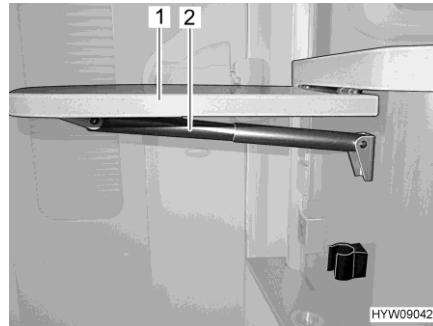

Fig. 65 Table pliante / surface de travail
- Saisir la table pliante / surface de travail (Fig. 65,1) par le bas et la désenclencher d'une légère traction.
- Faire basculer le plateau de table vers le haut jusqu'à ce que la fixation du support télescopique (Fig. 65,2) ait pris. Lâcher le plateau de table.